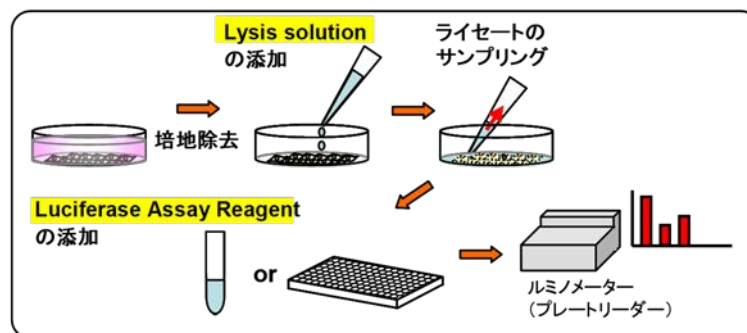

図 4. 細胞ライセートを用いる検出
## (2) 細胞をあらかじめ溶解後、測定を行う場合 (図 4)